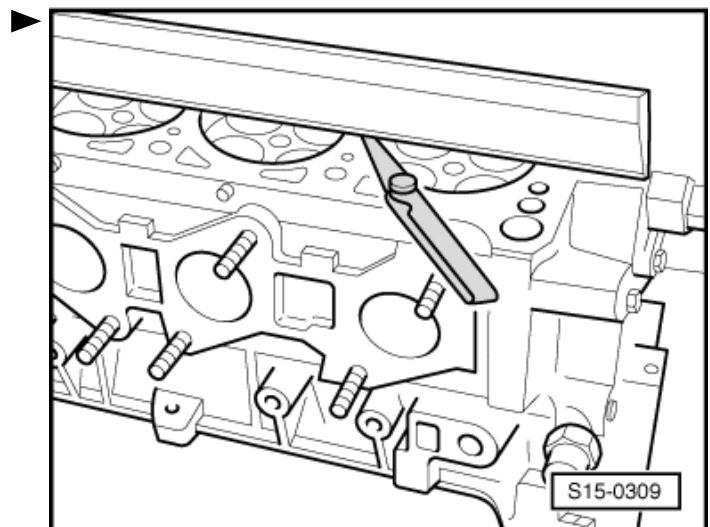

Abb. 3: Kennzeichnung der Zylinderkopfdichtung
- ☐ Kennzeichnung beachten ⇒ Abb. 3 in **15-1** Seite 4